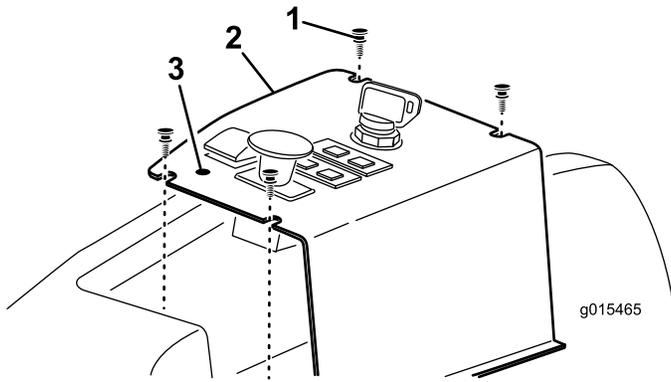

Figura 12
dejar expuesto el taladro de montaje de la palanca de BLOQUEO del interruptor de elevación (Figura 12).
- Retire los cuatro tornillos que sujetan el panel de control a la máquina (Figura 12).